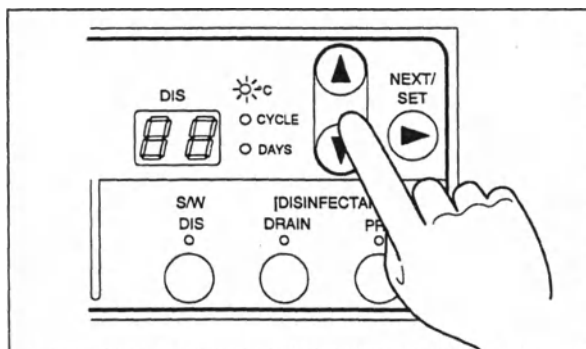

Рис. 4.70
2. Нажмите кнопку «NEXT/SET ▲» или «NEXT/SET ▼» на вспомогательной панели управления, чтобы загорелась лампочка [°C] (см. рис. 4.70).